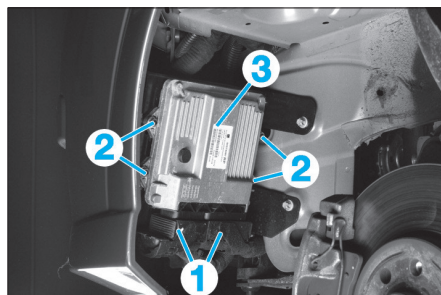

FIG. 22
- Débrancher les deux connecteurs (1) (Fig.22).
- Déposer les 4 vis (2) puis le calculateur (3).